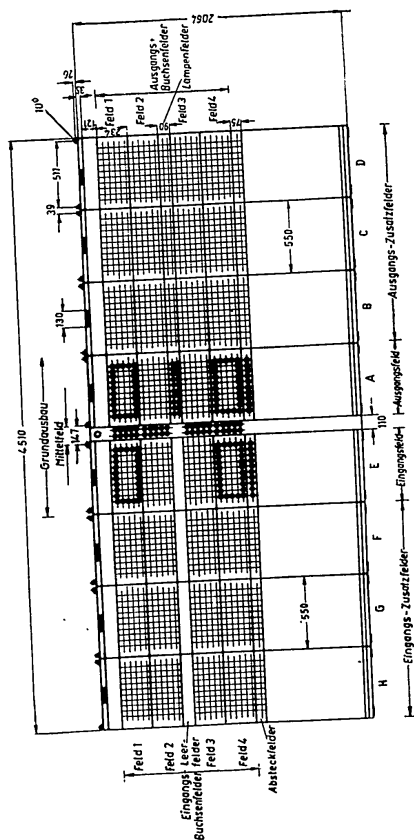

Abb. 11
- *) Bei Bestellung eines Ein- oder Ausgangsbuchsenfeldes ist anzugeben, ob das Feld als Feld 1, 2, 3 oder 4 eingesetzt werden soll (s. Abb. 11).
- **) Bei Bestellung ist anzugeben, mit welchen Ein- bzw. Ausgangsbuchsenfeldern (Feld 1, 2, 3 oder 4) die Zusatzfelder bestückt werden sollen (s. Abb. 11).